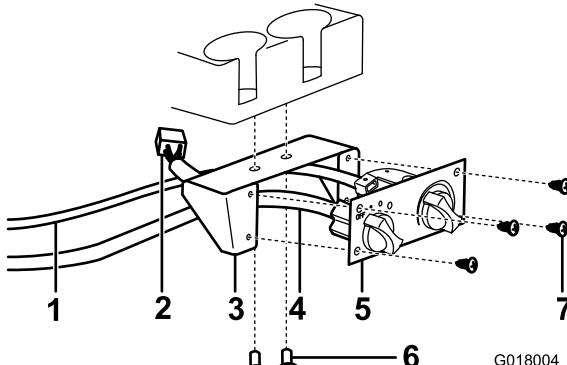

Figura 17
5. Fixe a montagem do controlo do aquecedor ao painel debaixo dos suportes de copos com 2 parafusos de cabeça flangeada e porcas (Figura 17).
6. Ligue o cabo do controlo do aquecedor e o conector de fios preto ao controlo do aquecedor e o conector de fios branco ao aquecedor (Figura 17).
7. Fixe o controlo do aquecedor à montagem do controlo do aquecedor utilizando 4 parafusos de placa de metal (Figura 17).